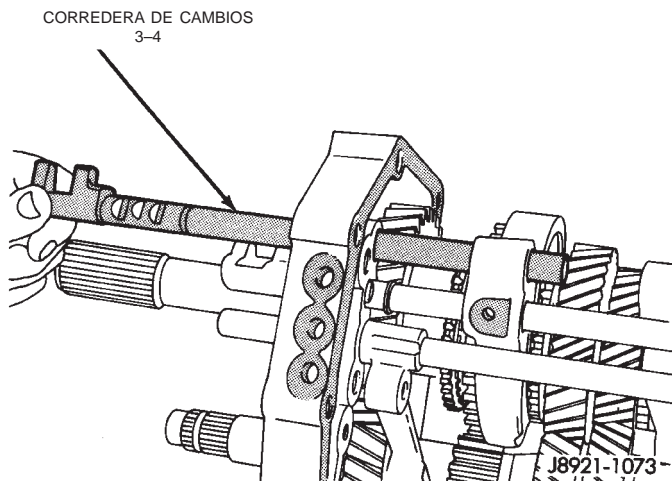

Fig. 89 Instalación de la corredera de cambios 3-4
- (18) Instale la corredera de cambios de 3-4 a través de la placa intermedia y las horquillas de cambio 1-2 y 3-4 (Fig. 89).